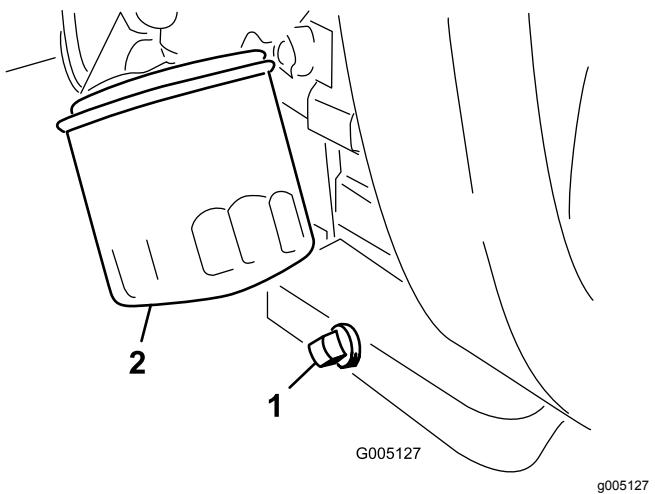

Figura 30
1. Togliete il tappo di spurgo (Figura 30) e lasciate defluire l'olio in una bacinella.
2. Pulite i filetti del tappo di spуро, applicate sigillante PTFE e montate il tappo di spуро (Figura 30).
3. Togliete il filtro dell'olio (Figura 30).